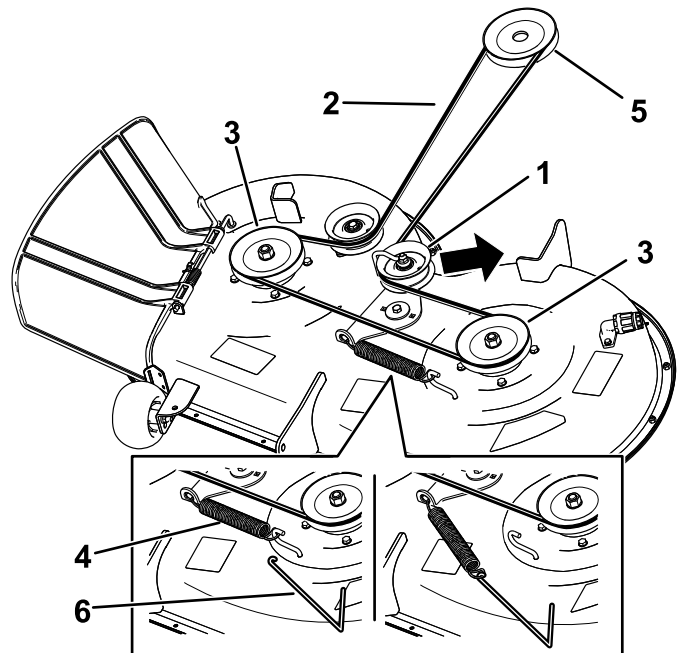

図 51
6. スプリング取り外し工具Toro P/N 92-5771を用いて、デッキのフックからアイドラスプリングを取り外してスプリングのテンションをなくし、プーリからベルトを取り外す 図 51。
7. エンジンプーリとデッキプーリに新しいベルトを掛け回す 図 51。
8. スプリング取り外し工具 Toro P/N 92-5771 を用いて、デッキのフックにアイドラスプリングを取り付けてスプリングにテンションを掛ける。これによりアイドラプーリとベルトが強く張る 図 51。